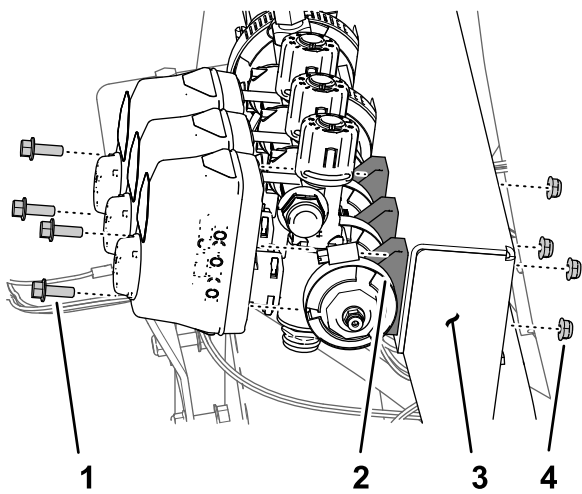

Figure 68
1. Retirez les 2 boulons à embase ($\frac{1}{4}$ " x $\frac{3}{4}$ ") et les 2 contre-écrous ($\frac{1}{4}$ ") qui fixent la vanne de section de rampe gauche au support de collecteur (Figure 68).
2. Retirez les 2 boulons à embase (1/4" x 3/4") et les 2 contre-écrous (1/4") qui fixent la vanne de section de rampe droite au support de collecteur (Figure 68).
3. Retirez le collier bride (40 à 64 mm), assorti du joint (25 x 35 mm), qui fixe la bride de la vanne de section gauche à l'adaptateur (Figure 68).